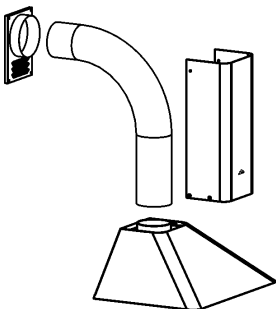

рис. 7
- в зависимости от режима эксплуатации вытяжки соедините вентилятор при помощи переходника с вентиляционной решеткой воздуховодом (рис. 7) или установите на вентилятор угольные фильтры.